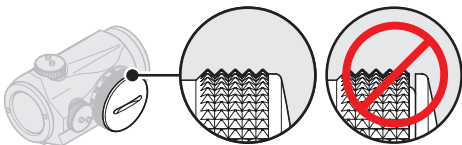

Fig. 5 Compartimento de la batería con tapa de la batería
Limpie las superficies de contacto del compartimento de la batería y compruebe que la batería (7) funcione y que esté instalada correctamente conforme a 2.1.1. Compruebe que haya **cero** espacio entre la tapa de la batería (6) y el compartimento de la batería. Consulte la Fig. 5. Si el conmutador giratorio (8) es defectuoso, comuníquelo a su distribuidor/armero local.